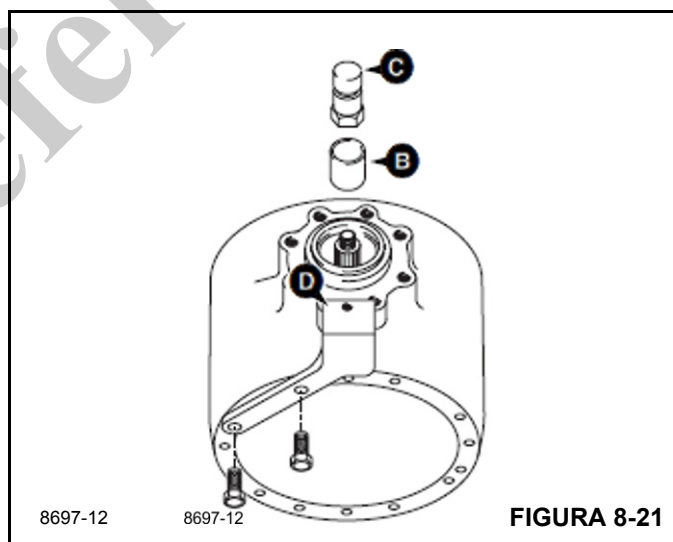

FIGURA 8-21
- Instale a luva da ferramenta especial B (Figura 8-21) e o adaptador especial do eixo do pinhão C. Aperte o adaptador C com um torque de aproximadamente 50 Nm, certificando-se de que o pinhão esteja livre para girar e que haja uma folga, o que evitará qualquer dano ao rolamento. Neste momento, se o pinhão não estiver livre para girar ou não houver folga, verifique se o rolamento está instalado corretamente. Verifique também se o espaçador de tamanho correto foi instalado.